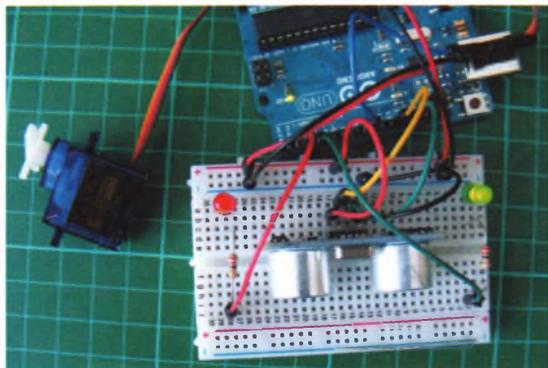

РИСУНОК 18.3
4. Подключите шины макетной платы к контактам 5V и GND платы Arduino. Собранная цепь показана на рис. 18.3.